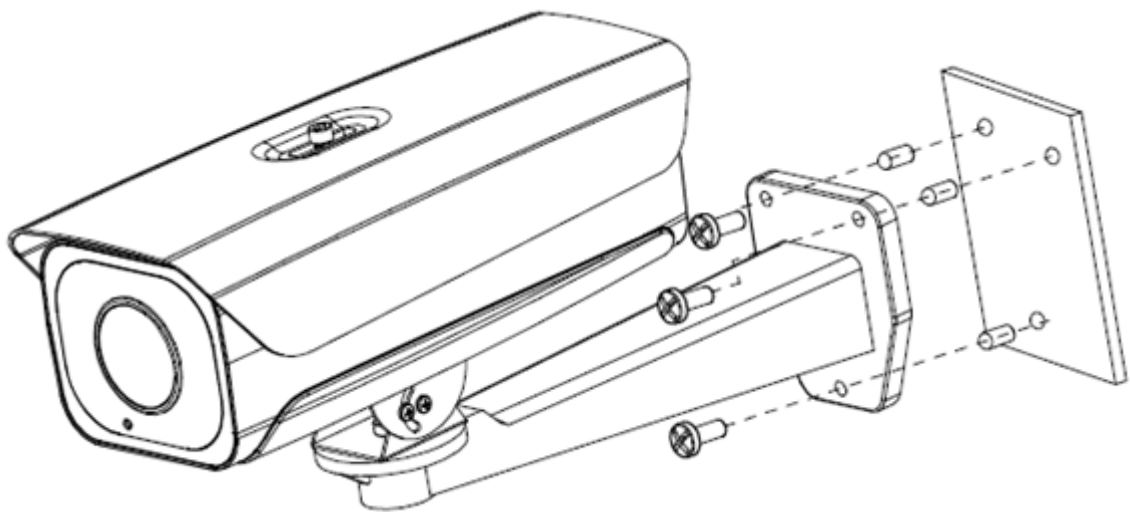

Рисунок 4
4.4 Прикрепите видеокамеру к кронштейну и закрепите кронштейн на установочной поверхности (рис.4).